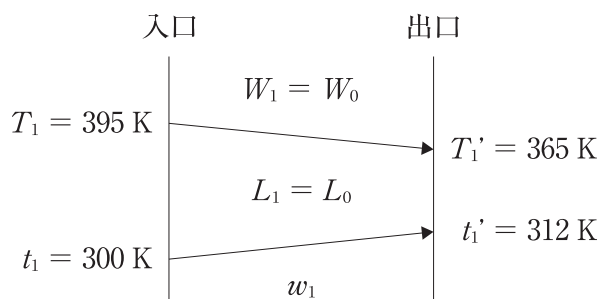

図2 夏季の運転条件
- (1) 総括伝熱係数 $U [\text{W/(m}^2\cdot\text{K)}]$ （内管平均径基準）を求めよ。
- (2) 図2に示すように、夏季には冷却水入口温度が 300 K へ上昇した。冷却水出口温度を平均温度差一定として 312 K に設定した場合、必要な冷却水の流量は通常の運転条件の何倍となるかを求めよ。